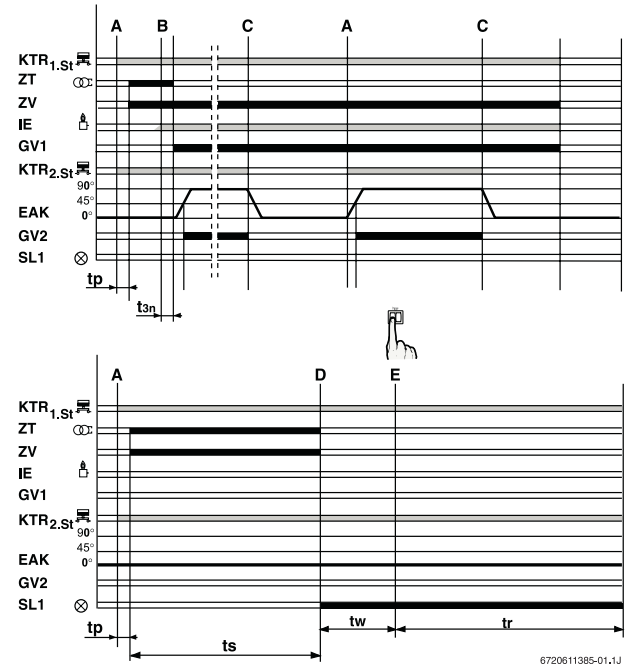

Рис. 1
Пуск при наличии сигнала пламени (рис.1, верхняя диаграмма):
- После контрольного времени (t_p) включается трансформатор запальника (ZT) и начинается розжиг. Одновременно открывается клапан запальника и на запальник подается газ.
- Тотчас ионизационный контроль пламени посылает сигнал (IE) $>0,9 \mu A$ автомату горения газа, начинается время стабилизации (t_{3n}).
- По истечении времени стабилизации (t_{3n}) автомат горения газа открывает газовый клапан (GV1) и дает стартовую мощность горелке первой ступени. Этим обеспечивается бесшумный розжиг горелки. Одновременно выключается трансформатор запальника (ZT).
- Если сигнал пламени (IE) продолжается, при актуальном запросе тепла для включения горелки второй ступени (от панели управления ТАС-М), открывается вмонтированный клапан дымовых газов (EAK). При достижении положения клапана 45° подключается стартовая мощность посредством газового клапана (GV2).
Отсутствие сигнала пламени (IE) в период времени безопасности (t_s) (рис.1, нижняя диаграмма):
- Если автомат горения газа по истечении времени безопасности (t_s) не получает сигнала пламени (IE), то одновременно: